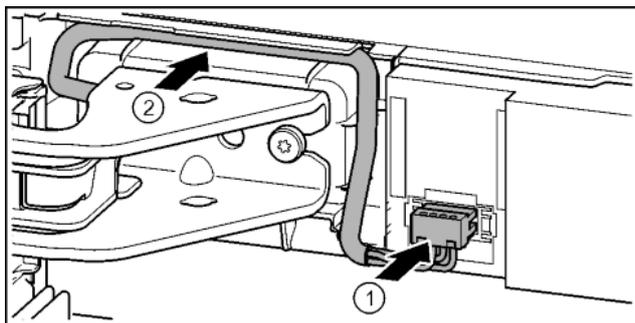

Fig. 40
- ▶ Pustite da utikači uskoče iznad gornjeg podloška ležaja i pažljivo umetnite spletnice kabela u kanal. *Fig. 40 (1)*
- ▶ Oprezno položite sivi kabel u vodilicu iznad gornjeg podloška ležaja. *Fig. 40 (2)*